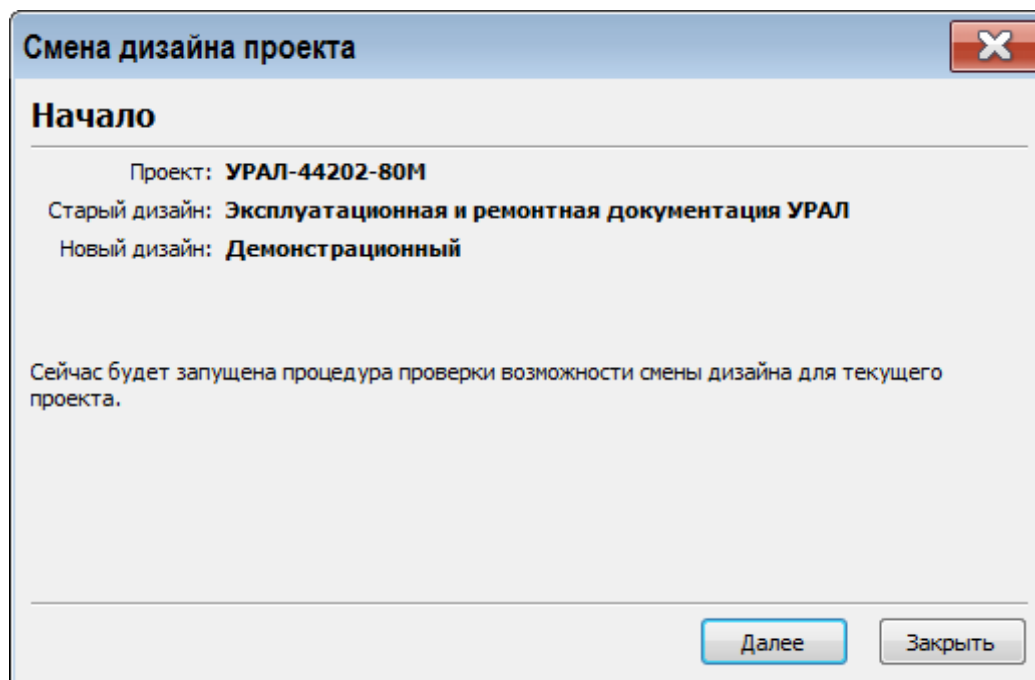

Рисунок 38
5) Нажмите кнопку **Готово**. После этого откроется диалоговое окно **Смена дизайна проекта – Начало** (рисунок 38).